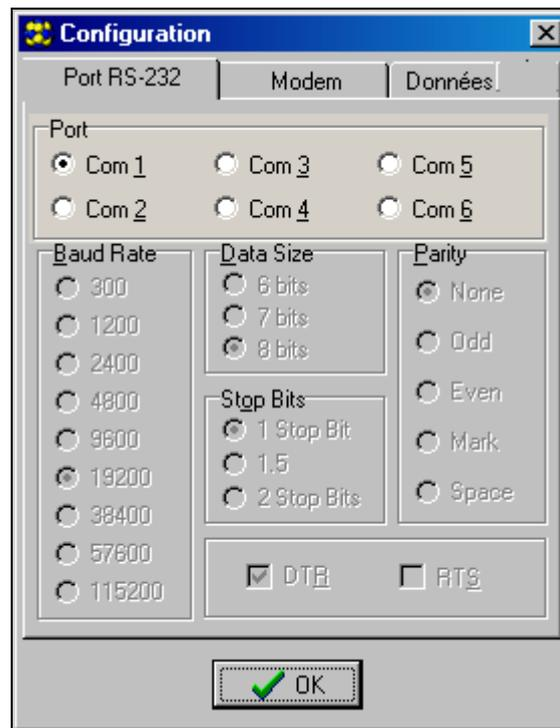

Fig. 8.
2. Entrer dans l'option de réglage de la communication avec le module en cliquant sur l'icône  (ou via le menu **Communication**→**Configuration**) et sélectionner le port par lequel l'ordinateur se connecte au du module (voir : Fig. 8).